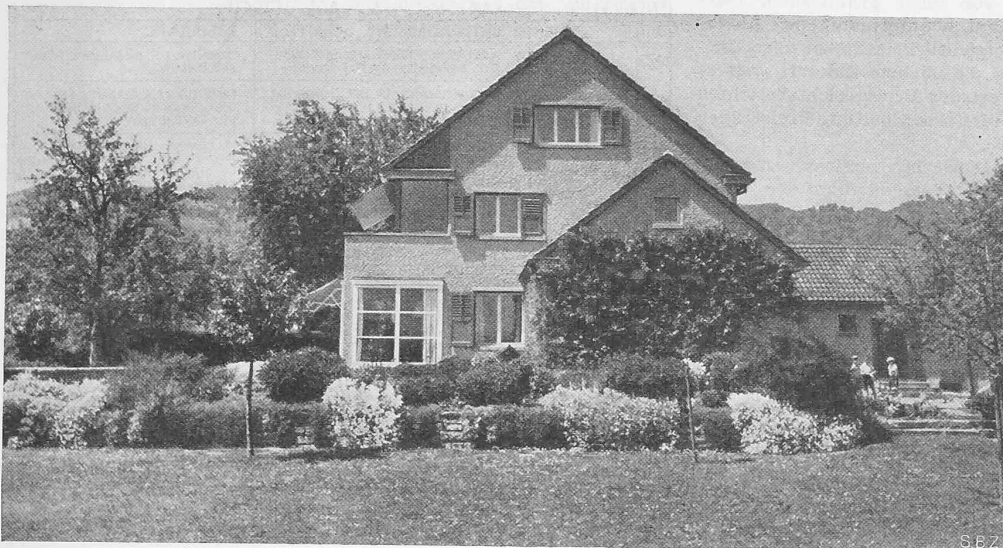

Abb. 5. Ostansicht des Hauses mit dem Uetliberg im Hintergrund.
1) Diese Ecke, zusammen mit der durch sie bedingten Holzverschalung der Giebelwand (Abb. 5), scheint uns ein Schulbeispiel dafür zu sein, dass die konstruktive Richtigkeit einer Lösung allein keine Gewähr bietet für deren ästhetische Qualität. Red.